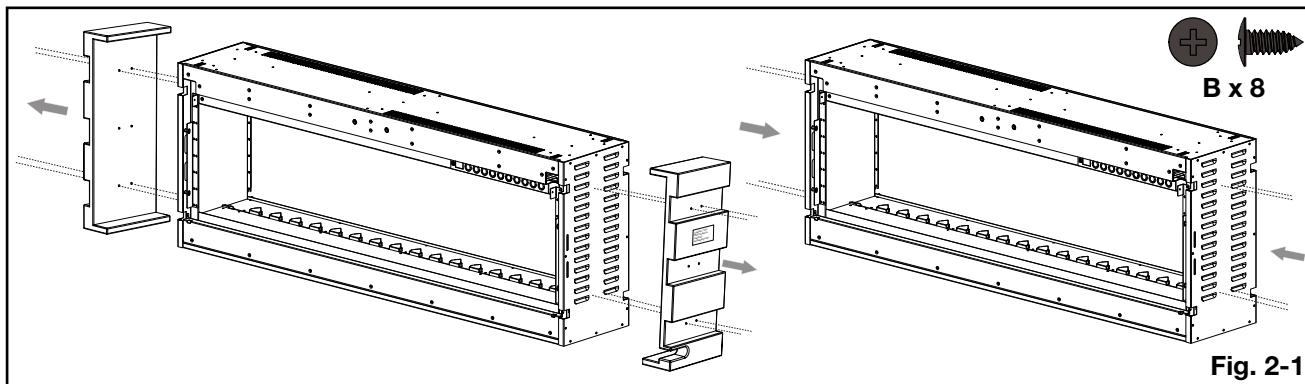

Fig. 2-1
- E. Retirez les 2 panneaux MDF de l'appareil en retirant les vis. Jetez les deux panneaux MDF. Utilisez 4 nouvelles vis (fournies) sur chaque côté afin de couvrir les trous des vis des panneaux MDF (**Fig. 2-1**).